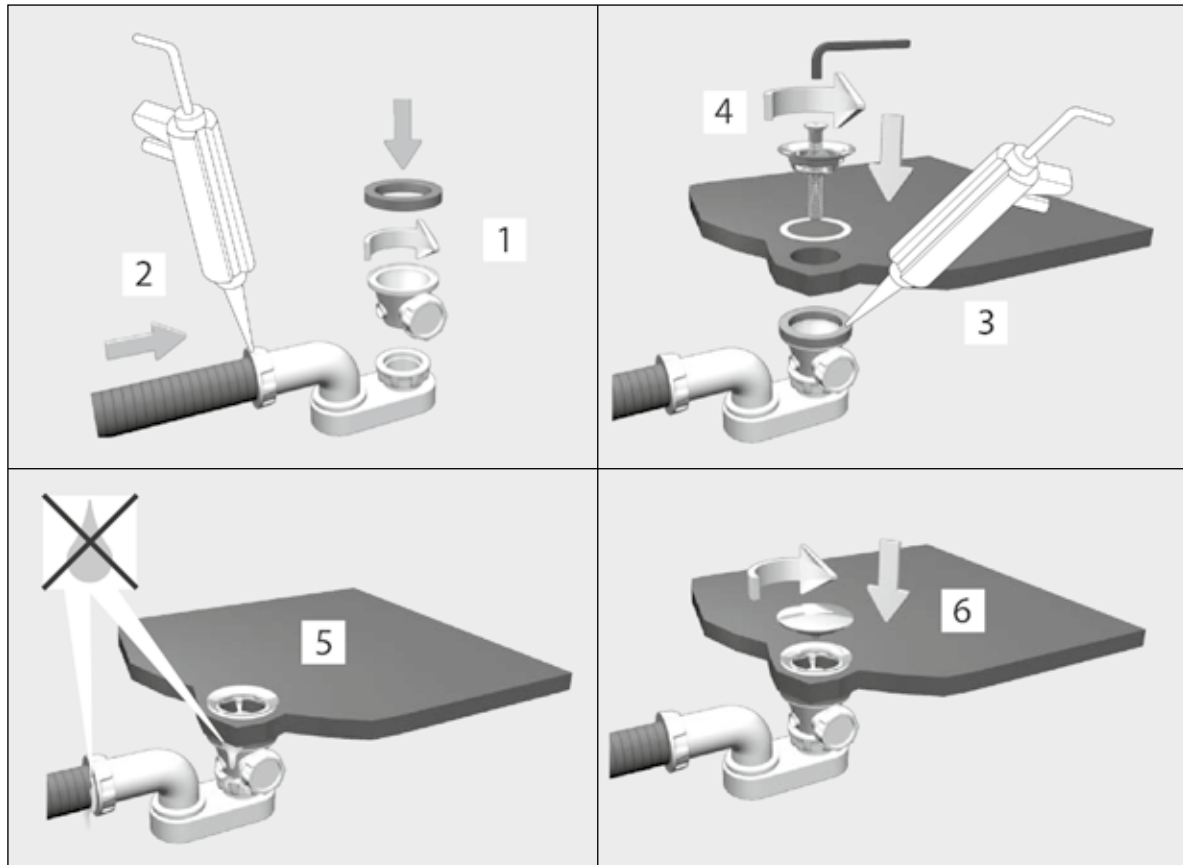

Abb. 3
- Die Abflussgarnitur gemäß den Abbildungen (siehe Abb. 3) und den Anleitungen des Abfluss-Herstellers auf die Wanne montieren.